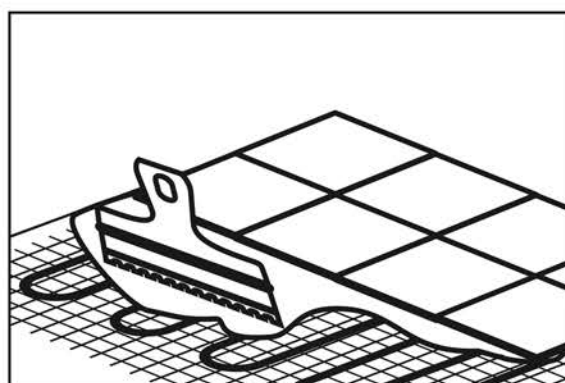

Рис. 7 – Проведения монтажа напольного покрытия
9. Сделать монтаж напольного покрытия согласно инструкции производителя (рис.7). Раствор для монтажа или плиточный клей должен быть толщиной 5-8 мм. Не допускается образование пузырей и воздушных пустот. Все используемые компоненты и материалы должны выдерживать температуру до +80 °С.